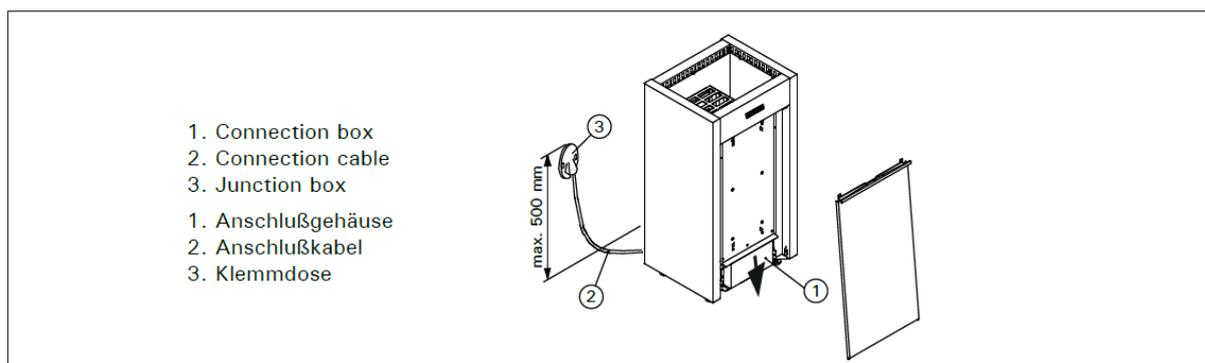

Abbildung 7. Anschluß des Saunaofens
- Der Saunaofen wird halbfest an die Klemmdose (Abb. 7:3) an der Saunawand befestigt. Die Klemmdose
- Als Anschlusskabel (Abb. 7:2) wird ein Gummikabel vom Typ H07RN-F oder ein entsprechendes Kabel verwendet.
Siehe Abb. 7.